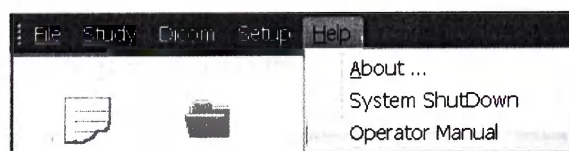

Рисунок 67
9.5.1.4.2 Откройте руководство, кликнув на *Помощь / Руководство оператора* в окне *Список исследований* (см. рисунок 67).